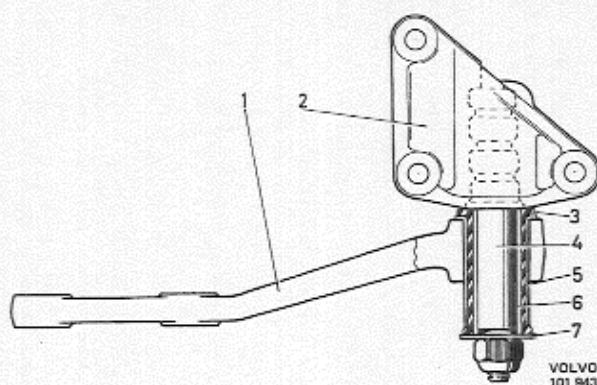

Abb. 87 Lagerung des Umlenkhebels
3. Die drei Befestigungsschrauben für den Lagerbock (2, Abb. 87) des Umlenkhebels am Längsträger lösen. Umlenkhebel einschl. Lagerbock vom Längsträger herunternehmen.
3. Sicherungsmutter abschrauben, Scheibe (7, Abb. 87) entfernen und den gekrümmten Arm des Umlenkhebels (1) einschl. Lagerbock vom Lenkzapfen abziehen.